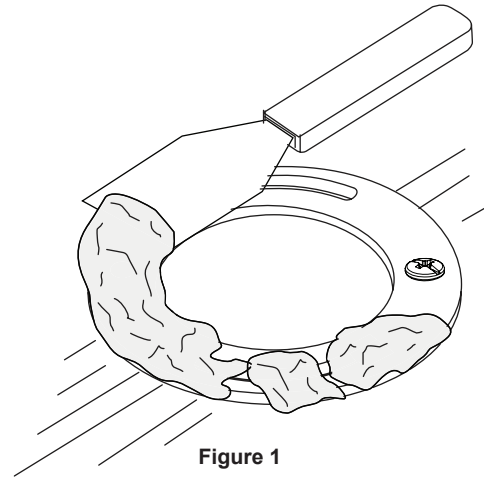

Figure 1
- ❶ Fermez l'alimentation en eau, puis tirez la chasse de la toilette pour vider le réservoir. Utilisez une éponge et un sceau pour ramasser l'eau qui reste dans la cuvette ou le réservoir.
- ❷ Débranchez la conduite d'alimentation d'eau du réservoir de la toilette.
- ❸ Démontez le réservoir de la cuvette en retirant les écrous de blocage situés sous le réservoir.
- ❹ Retirez les chapeaux de boulon, puis retirez les écrous qui retiennent la toilette au sol. Utilisez un mouvement de va-et-vient pour retirer l'ancienne toilette.
- ❺ Grattez le vieux joint en cire de la bride au sol (Figure 1).